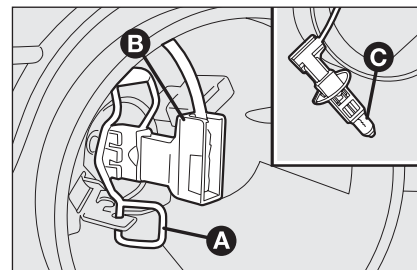

fig. 23
- décrocher l'agrafe de retenue de l'ampoule **A-fig. 23**;